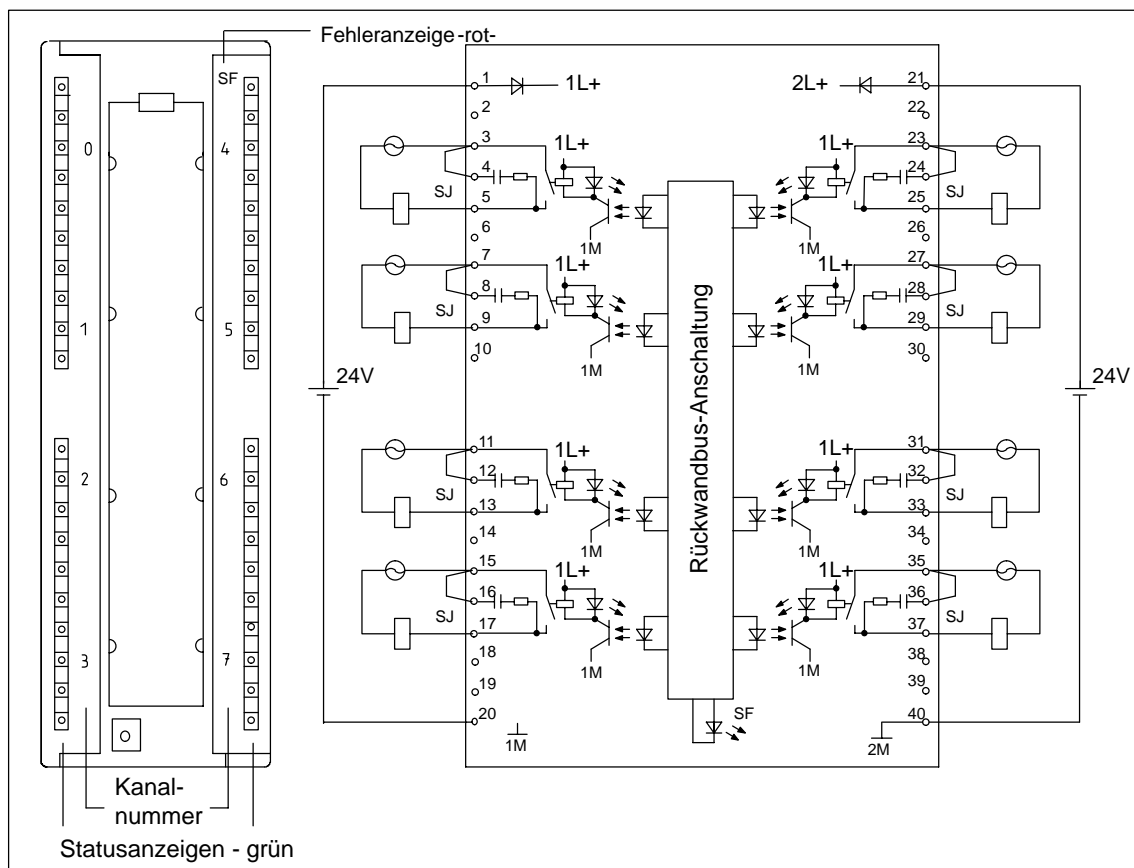

Bild 3-30 Baugruppenansicht und Prinzipschaltbild der SM 322; DO 8 x Rel. AC 230V/5A
Sie erreichen den Schutz der Kontakte vor Überspannungen, indem Sie Brücken (SJ) an der Baugruppe zwischen den Klemmen 3 und 4, 7 und 8, 12 und 13 usw. einfügen (siehe Bild 3-30).